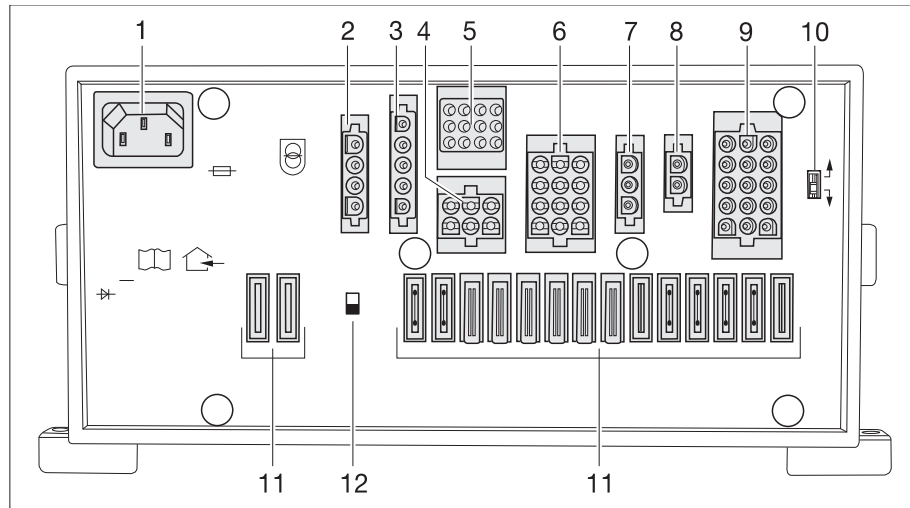

Bild 265 Elektroblock (EBL 119)
- ▷ Der Batterie-Trennschalter (Bild 265,12) trennt alle Verbraucher, die am Elektroblock angeschlossen sind, vom 12-V-Netz.
- ▶ Wenn der Batterie-Wahlschalter (Bild 265,10) falsch eingestellt ist, kann sich Knallgas bilden. Explosionsgefahr!
Am Batterie-Wahlschalter (Bild 265,10) kann das Lademodul im Elektroblock auf den Typ der im Fahrzeug eingebauten Wohnraumbatterie ("Blei-Gel", "Blei-Säure" oder AGM) eingestellt werden.